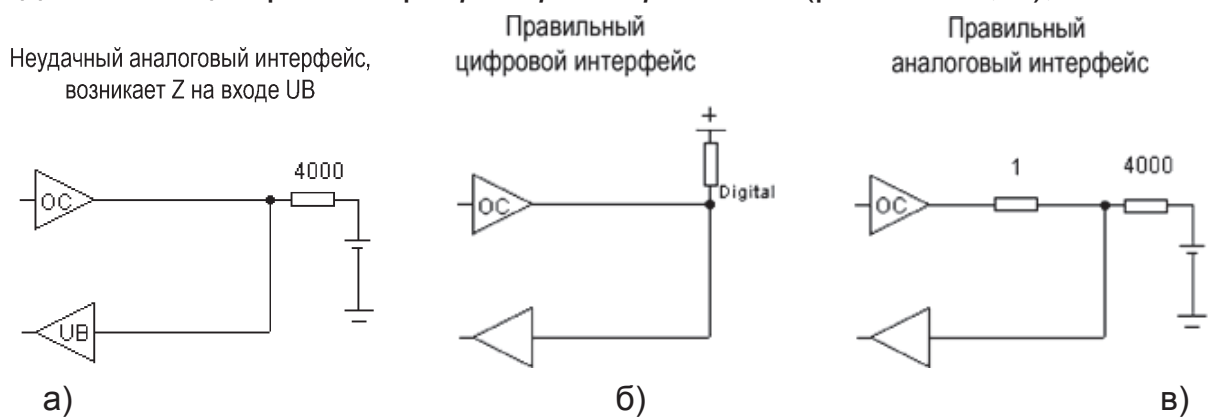

Рис. 13.11. Обеспечение аналого-цифрового интерфейса для схем с открытым коллектором и трехстабильных схем
- В трехстабильных узлах, подключенных к цифровым входам, ни в коем случае нельзя использовать аналоговые резисторы (рис. 13.11, а);
- В трехстабильных узлах следует использовать специальные подтягивающие резисторы *pullup* или *pulldown* (рис. 13.11, б);
- Если аналоговый резистор все же необходим, следует отделить цифровой трехстабильный выход от цифрового входа низкоомным резистором (см. рис. 13.11, в).